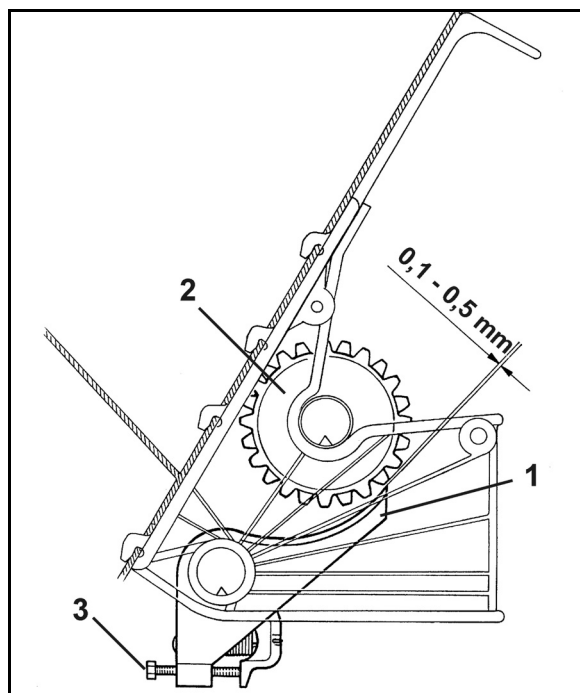

Рис. 35
3. Проверить прочность посадки болтов (Рис. 35/1).
4. Проверьте, соблюдается ли предписанный зазор от 0,1 мм до 0,5 мм (Рис. 35) между клапаном высевной коробки (Рис. 35/1) и высевающей катушкой (Рис. 35/2) в каждой высевной коробке. При этом проверяемую высевающую катушку необходимо поворачивать рукой на валу.
5. Если есть отклонения, установите предписанный зазор с помощью пружинного натяжного болта (Рис. 35/3).